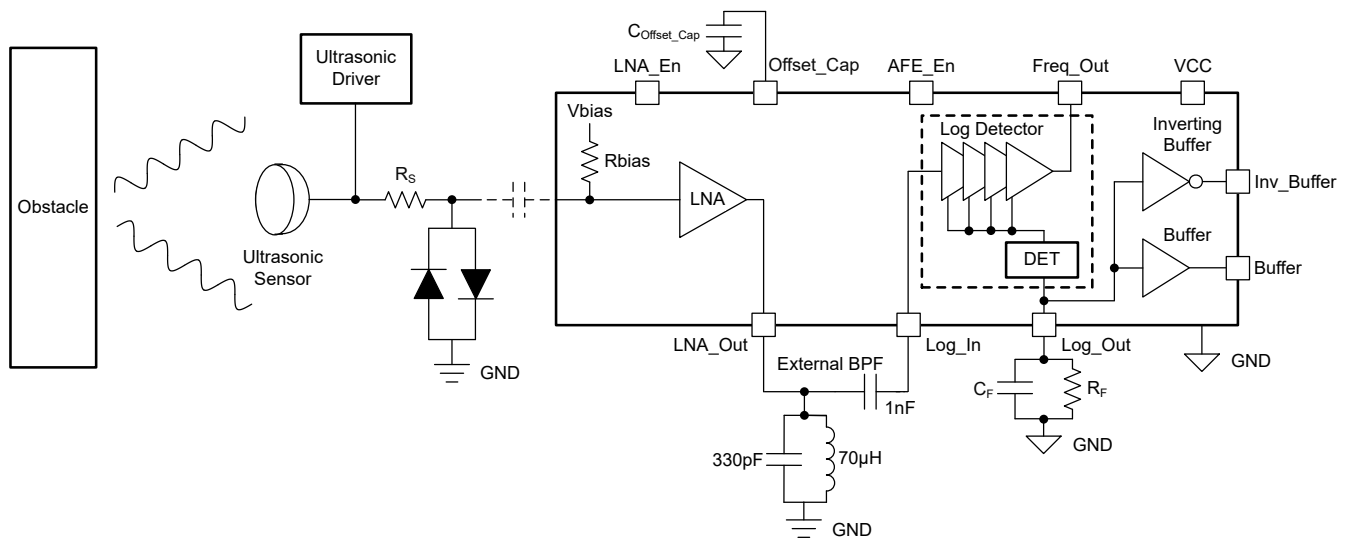

图 8-1. 超声波距离传感器
引脚 LNA\_In 的绝对最大额定电压为 ±1V。在 LNA 输入端添加一个背对背二极管以及一个串联电阻器 (RS) (另请参阅图 8-1)。背对背二极管可保护 LNA\_In 引脚免受任何高压的影响，尤其是在发送操作期间。根据背对背二极管的最大额定功率 (PMAX) 选择串联电阻值。添加的串联电阻会增加输入噪声并降低最小输入灵敏度。
对于 5VCC，Log\_Inp 引脚的最大输入为 1.7VP (另请参阅节 5.1)；因此，在通带区域添加一个具有适当衰减的带通滤波器 (BPF)，以确保不超出检测器块的绝对最大额定电压。在该特定情况下，请确保 BPF 具有至少 -3.3dB 的衰减。图 8-1 中展示了具有 -4.3dB 衰减的 BPF。